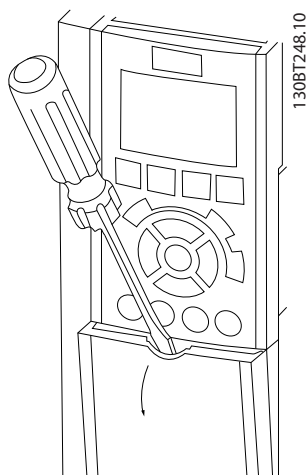

Ilustración 2.17 Acceso al cableado de control de las protecciones A2, A3, B3, B4, C3 y C4
- Retire la placa de cubierta de acceso con un destornillador. Consulte *Ilustración 2.17*.